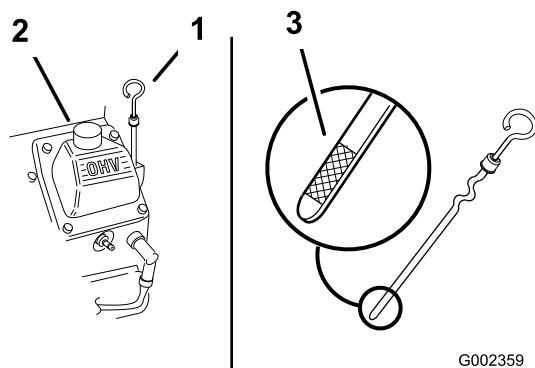

Figura 46
4. Limpe a zona em redor da vareta de óleo (Figura 46), para evitar que entre sujidade no orifício e possíveis danos no motor.
5. Retire a vareta do óleo e limpe a extremidade (Figura 46).
6. Faça deslizar a vareta do óleo no tubo de enchimento (Figura 46).
7. Coloque lentamente cerca de 80% da quantidade de óleo especificada no bocal de enchimento do óleo (Figura 46).